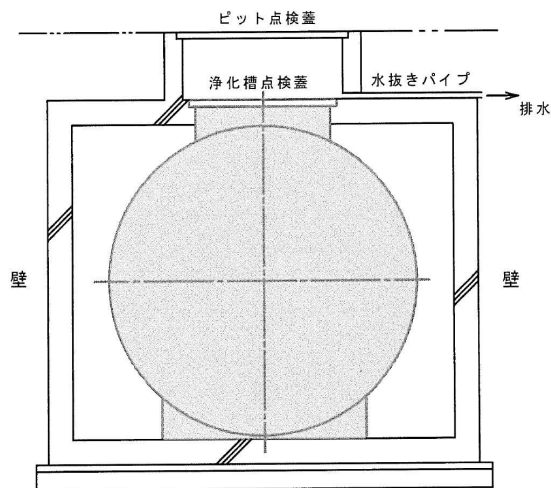

図 21 地下ピットの例
- ・図 21 のように、深埋めにより FRP 槽本体を土圧から保護するため、二重ピットに加え全周を壁で囲い地下ピットにします。